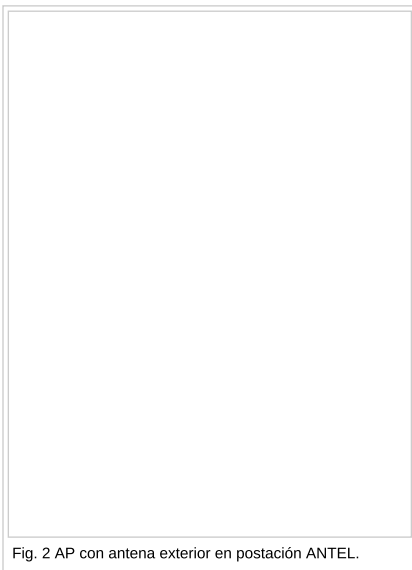

Fig. 2 AP con antena exterior en postación ANTEL.
- Instalación en postación de UTE de gabinete Ceibal sin AP e instalación de soporte con AP y antena exterior en postación de ANTEL aledaña (Fig. 2).